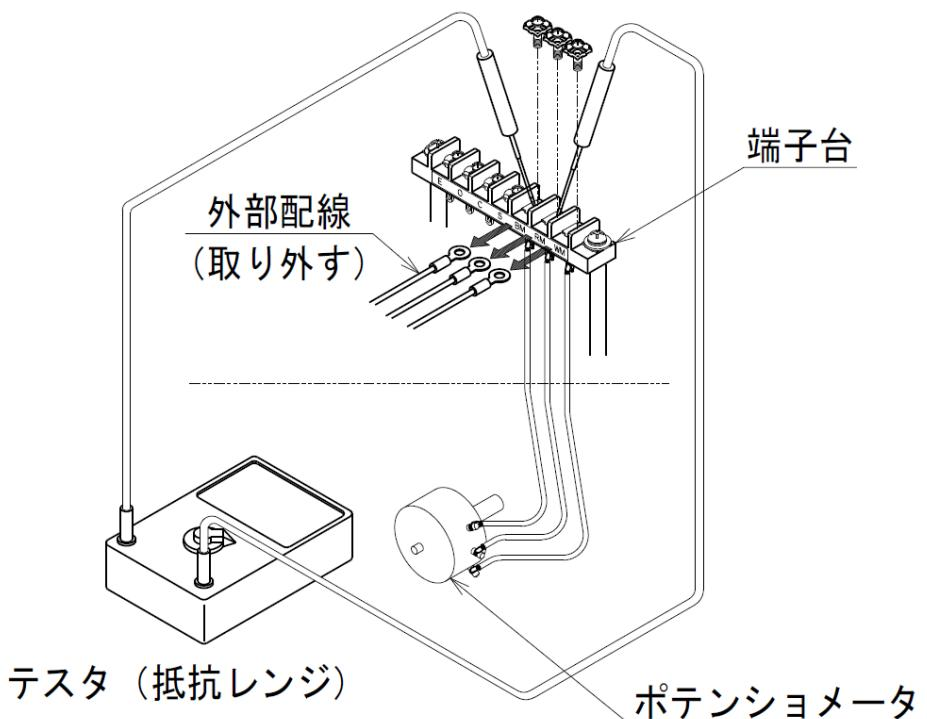

図7：ポテンショメータの点検
(1) ポテンショメータの点検方法 (図7参照)
- ①コントロールモータを電動動作で全閉位置とし電源を遮断します。
- ②端子箱カバー（スイッチカバー）を外し、端子BM, RM, WMに接続されている外部配線を解線します。
- ③端子BM-RM又はRM-WM間にテスター（抵抗レンジ）をあて、電動動作にてコントロールモータを閉→開、開→閉に繰り返し動作させます。
- ④動作中にテスターの数値がスムーズに上昇（下降）するか確認します。この時、数値が急激に変化したり、動作量に対し数値が比例して変化しない場合はポテンショメータの異常が考えられます。